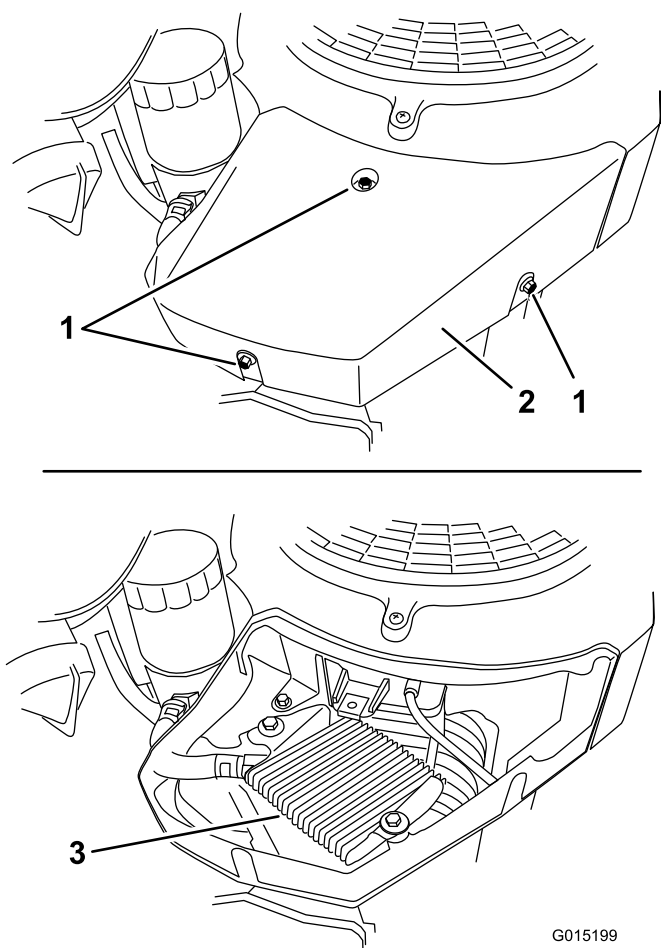

Figura 72
1. Para acceder a y mantener el enfriador de aceite, retire el tornillo de montaje superior y afloje los 2 tornillos laterales (Figura 72).
2. Retire la cubierta (Figura 72).
3. Limpie el enfriador de aceite del motor con aire comprimido (Figura 72).
4. Instale la cubierta y los tornillos (Figura 72).